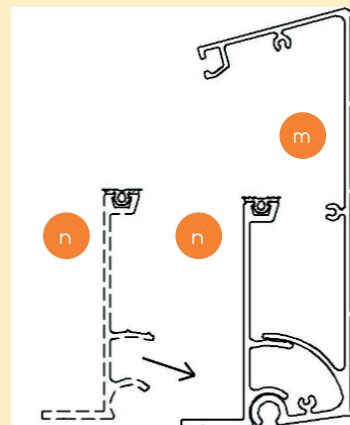

Abb. 14
- 2.9 Platzieren Sie den Balkenträger (n) genau mittig in das Wandprofil so dass dies an beiden Seiten 3 mm zurück liegt. Abb.: 14 und 15